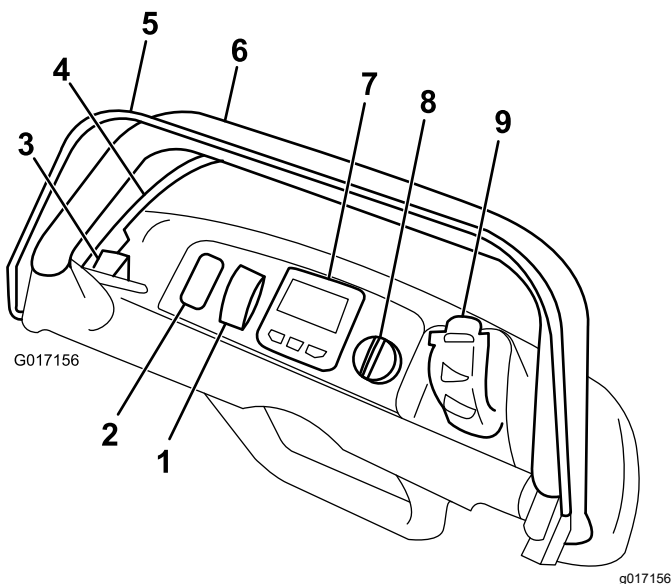

Figura 2
2. Engate o travão de estacionamento (Figura 2).